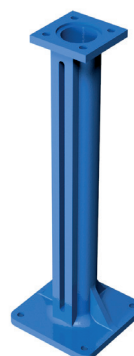

Fig. 18
- Straight floor stand (Fig. 18)